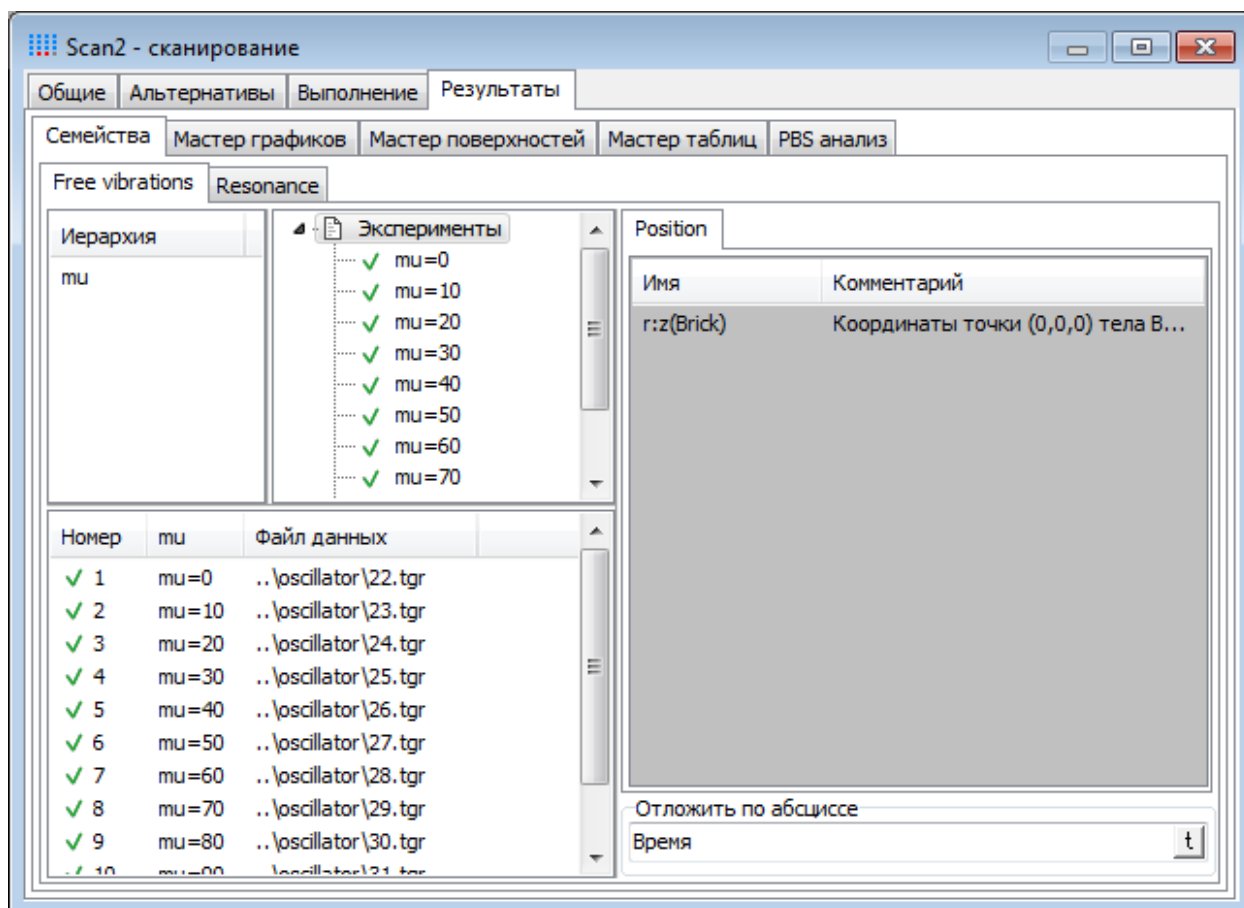

Рис. 2.15. Результаты сканирования
1. Выберите вкладку **Результаты** | **Free vibrations**, см. рис. 2.15.